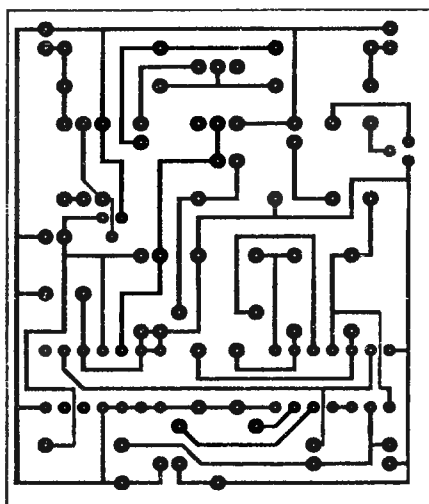

Рис. 2
Во избежание отказа схемы охраны из-за отсутствия нормального питания, предусмотрен акустический контроль состояния батарейки. Он активизируется, когда при начале телефонного разговора опознается ток в линии. В этот момент выходной транзистор оптрона A1 подключает конденсатор C4 к общему проводу. В течение времени зарядки (около 0,5 с) на выводе 5 элемента D1B — низкий логический уровень (L), и зуммер Bz издает сигналы. Если такие сигналы отсутствуют, или их громкость заметно уменьшилась, необходимо проверить состояние батарейки. Чертеж печатной платы устройства и расположение элементов приведены на рис.2 и 3. Как видно, никаких особенностей в ней нет. Для светодиода VD5 необходимо выбирать те типы, которые допускают ток 20 мА. Для получения максимальной громкости частота мультивибратора